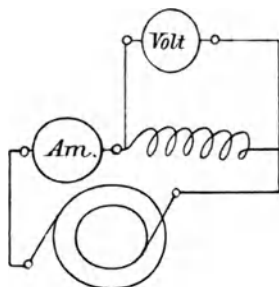

Fig. 87.
in den Stromkreis der Spule eingeschaltet ein Dynamometer Am. und parallel zur Spule ein Voltmeter (Fig. 87). Das erstere zeigte 200 [150] (260)⁰ Ausschlag an, das letztere 50 [48] (38) V. Die Tourenzahl der zwei-poligen Wechselstrommaschine wurde zu 2800 [2400] (3600) pro Minute bestimmt. Die Konstante des Dynamometers ist 0,355 und der Spulenwiderstand 5 [2] (1,5) Ω . Wie groß ist hiernach L?